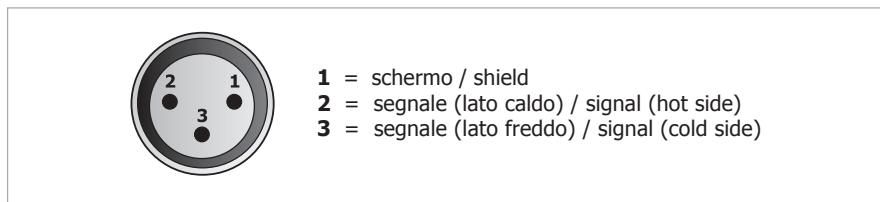

Fig. 3.2.1
Alle prese bilanciate XLR **MIC. 1** e **MIC. 2** (11) è possibile collegare tutti i microfoni PASO di tipo dinamico; i collegamenti a queste prese sono riportati nella Fig. 3.2.1.
It is possible to connect any PASO microphone of the dynamic type to balanced XLR **MIC. 1** and **MIC. 2** sockets (11). The connections to these sockets are shown in Fig. 3.2.1.